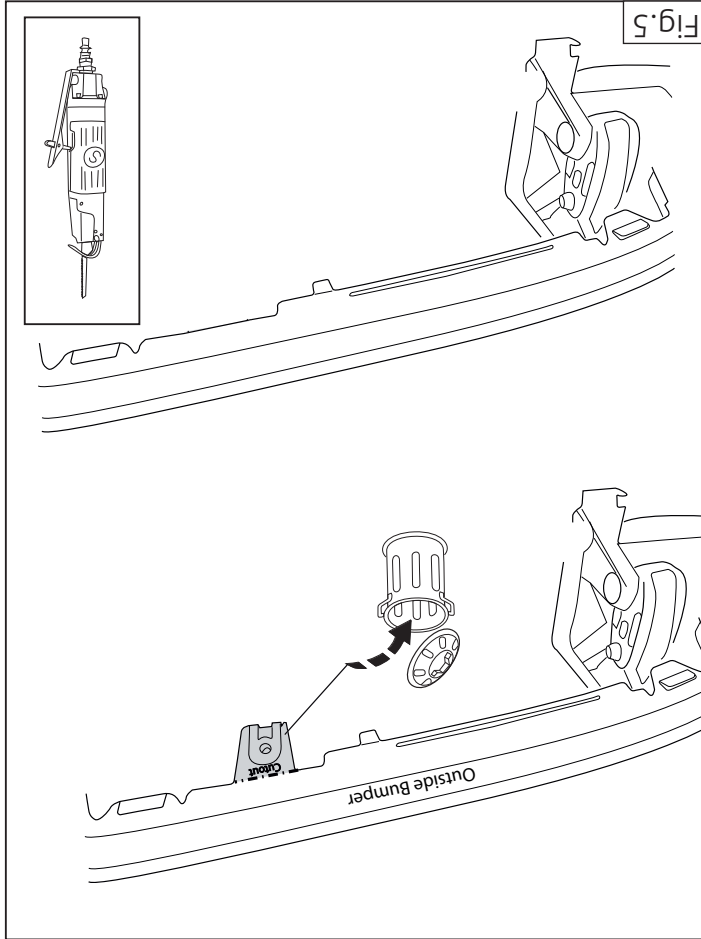
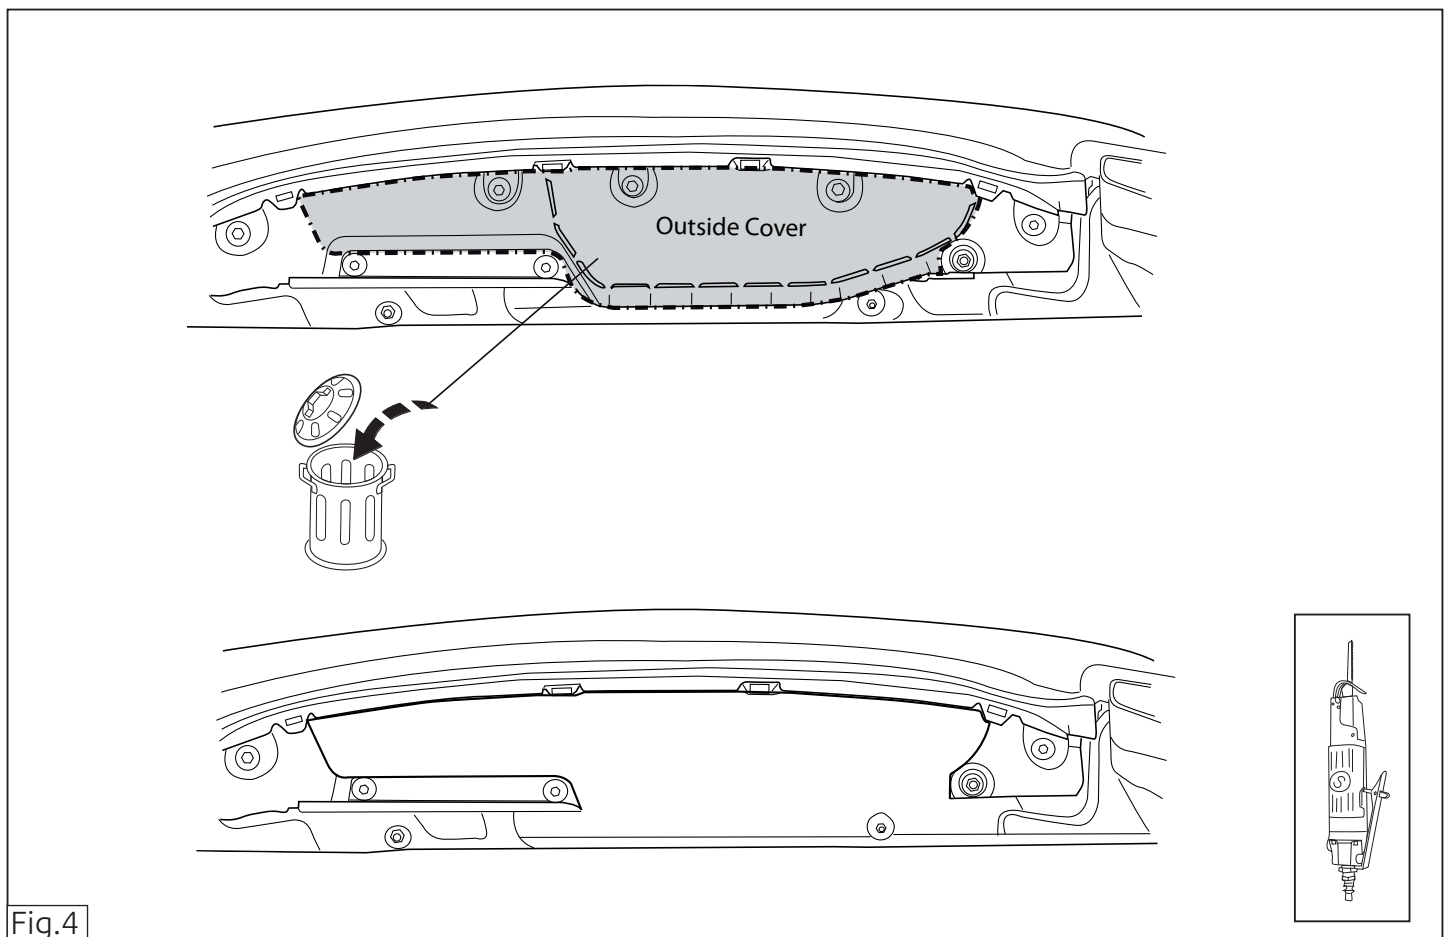

Fig.5
Fig.4
8. Saw a portion out of the cover plate as shown in figure 4.
Saw out the indicated section from figure 5.
8. Gemäß Abb. 4 einen Teil aus der Abdeckplatte heraussägen. Gemäß Abb. 5 die angegebene Teil abschneiden.
7. Scier une partie de la plaque de protection conformément à la figure 4. Découper la partie indiquées conformément à la figure 5.